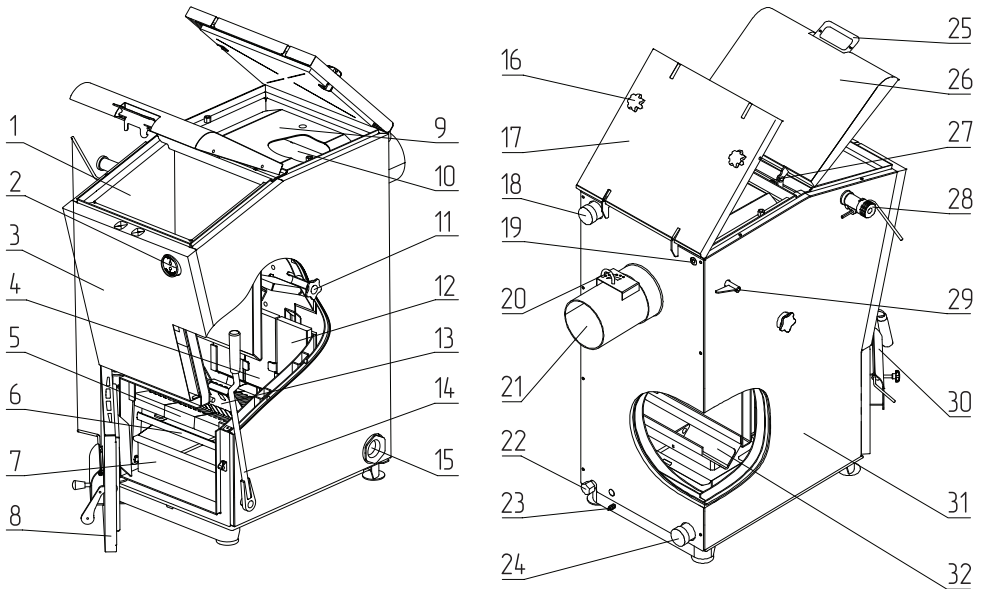

Рис.1 Устройство котла ZOTA Carbon
- Эксплуатировать котел без зольного ящика (**Рис.1, поз.7**);
- Откройте прочистную дверцу (**Рис.1, поз.17**) и уберите экран (**Рис.1, поз.9**);
Проверьте установку крышки люка прочистного (**Рис.1, поз.32**). Крышка должна лежать на прочистном окне плотно, без зазоров. Доступ к крышке люка производится через газоходный канал при открытой прочистной дверце (**Рис.1, поз.17**) и снятом экране (**Рис.1, поз.9**).
Внимание! Неправильная установка крышки люка прочистного (**Рис.1, поз.32**) приводит к прогоранию и деформации водонехохлаждаемых поверхностей котла. В случае нарушений условий эксплуатации котла рекламации не принимаются.